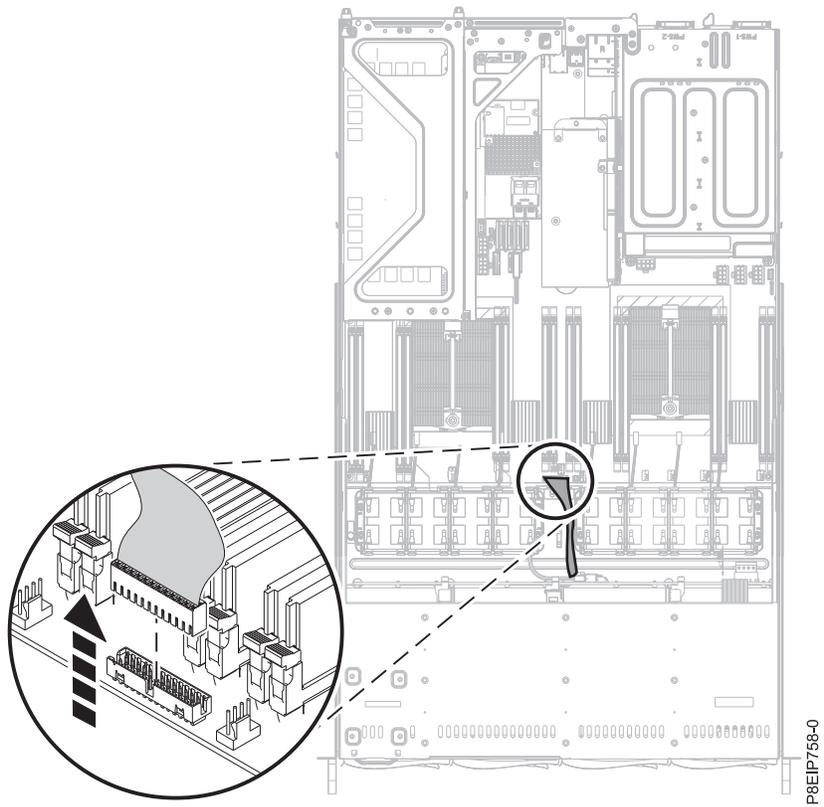

Abbildung 31. Kabel der Steuerkonsole entfernen
10. Entfernen Sie das Kabel der Steuerkonsole von der Systemrückwandplatine (siehe Abb. 31 auf Seite 33).